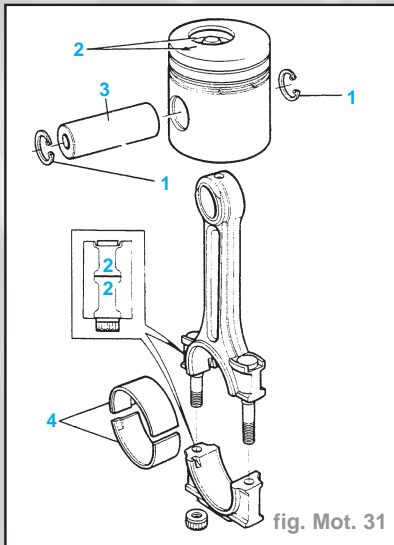

fig. Mot. 31
- Le piston doit être monté sur la bielle de sorte que la flèche située sur la tête de piston soit dirigée vers l'avant du moteur et que la chambre de combustion décentrée, les ergots positionnement de demi-coussinets et le numéro de bielle soient tous du même côté, à savoir le côté droit, du bloc-cylindres vu de l'arrière du moteur (côté arbre à cames) (Fig. Mot. 31).
- Introduire un jonc d'arrêt (1) d'un côté du bossage d'axe de piston et monter le piston (2) sur la bielle à l'aide de l'axe de piston (3). Maintenir l'ensemble avec un jonc d'arrêt placé de l'autre côté du piston (Fig. Mot. 31).
- Monter les coussinets (4) sur la bielle et le chapeau. Veiller à ce que les ergots coïncident bien avec les découpes.